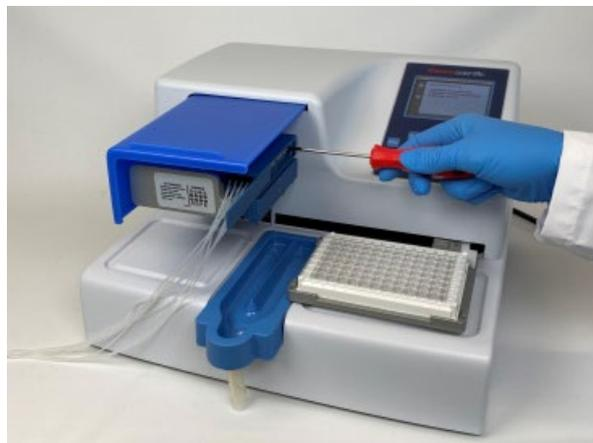

Figura 6–59. Apertura del coperchio delle viti di calibrazione
6. Aprire il coperchio delle viti di calibrazione (Figura 6–60) sulla parte superiore della cassetta.